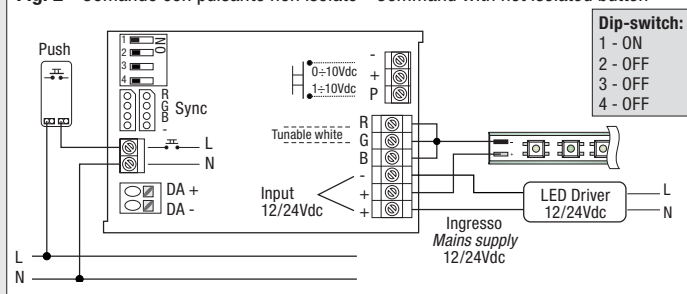

Fig. 3 - Comando con segnale 0-10Vdc - Signal 0-10Vdc control
- 3 - Segnale 0÷10Vdc (Fig. 3)
- 3 - 0÷10Vdc signal (Fig. 3)